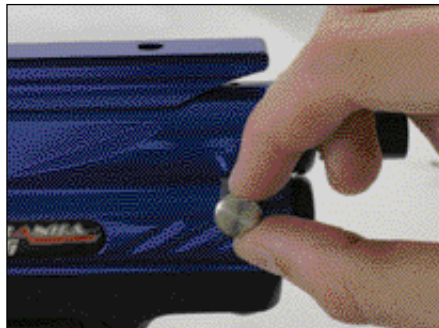

Figure 10. Retirez la fiche de démontage pendant la joute pour démonter.
3. Pour retirer l'ensemble culasse et chien, retirez la fiche de démontage pendant la joute. Figure 10. Cette fiche se trouve au centre du boîtier de culasse. Tirez-la hors du boîtier par le côté gauche du marqueur.